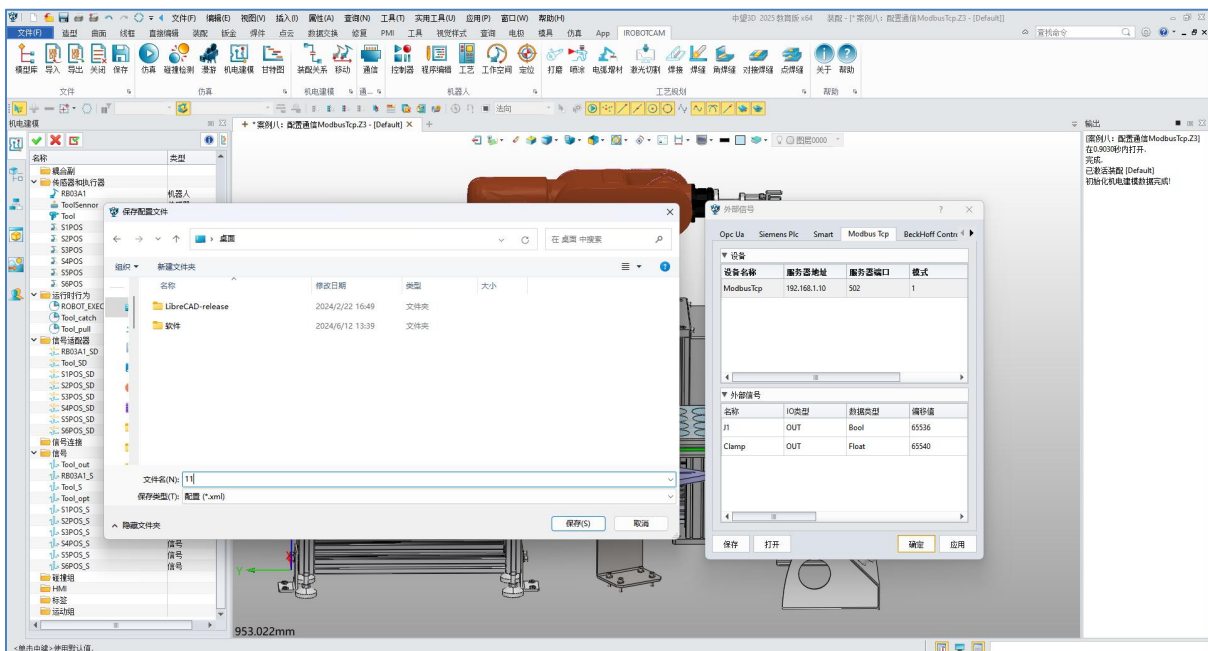

图 12-17: 保存外部信号信息
- 点击 "保存" 按钮，将外部信号连接信息保存到计算机以供随时加载使用。(图 12-17)